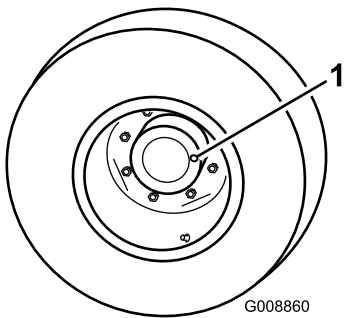

图52
1. 机器在水平地面上时将车轮放置为 1 个检查塞图52在 12 点钟位置另一个在 3 点钟位置。
2. 取出 3 点钟位置的检查塞 (图52)。
- 从齿轮箱的左侧取出检查/注油塞 图52 确保润滑油向上直至孔的底部。如果润滑剂过少请添加足够的润滑剂直至液位达到孔的底部。